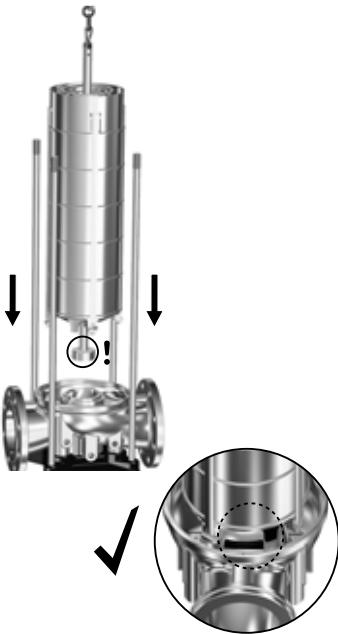

Рис. 3 Совмещение всасывающего узла (44) с отверстием в основании насоса (6)
- Снимите кольцевое уплотнение (37) с основания насоса.
- Смажьте и установите новое кольцевое уплотнение (37) в основание насоса (6). См. раздел 7.2 Смазочные материалы.
- Аккуратно поднимите комплект камер при помощи подъемного оборудования и опустите в основание насоса. Примечание. Точно совместите всасывающий узел насоса (44) с отверстием в основании насоса (6). См. рис. 3.